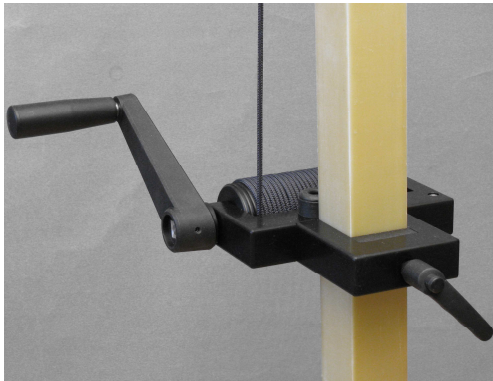

Fig. 3
3. Handkurbeleinheit auf unterstes Mastrohr aufschieben und auf halber Höhe festziehen (Fig. 3).
3. Shift the hand winch onto the lowest square tube and fix it in a height of approx. 50 cm (Fig. 3).